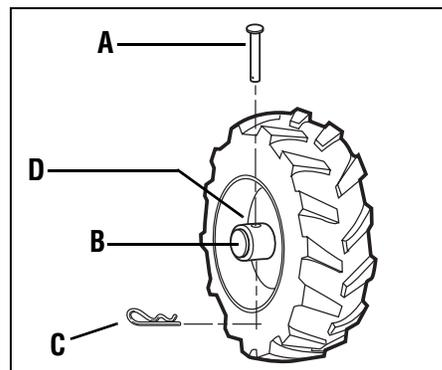

Figura 3-2: Posición TRANSMISIÓN EN LAS RUEDAS.
4. **PARA el modo de TRANSMISIÓN EN LAS RUEDAS** (Figure 3-2): Deslice la rueda hacia afuera y alinee los orificios en el cubo de la rueda (D, Figura 3-2) y en el eje de la rueda (B). Inserte el pasador de horquilla (A) a través del cubo de la rueda (D) y del eje de la rueda (B) y ajuste con el pasador de chaveta (C). Repita con la otra rueda y luego retire el soporte que está debajo de la transmisión.